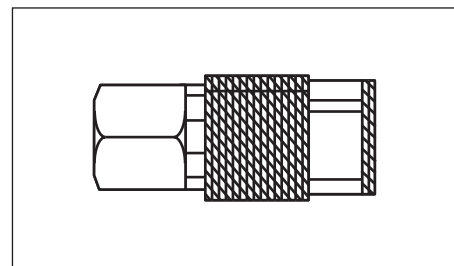

Figure 7 - Raccord Rapide
**BOUCHON RAPIDE** — Un bouchon rapide conçu pour fonctionner en combinaison avec un coupleur rapide pour joindre facilement et rapidement un outil pneumatique en tuyau à air (*Voir Figure 7*).